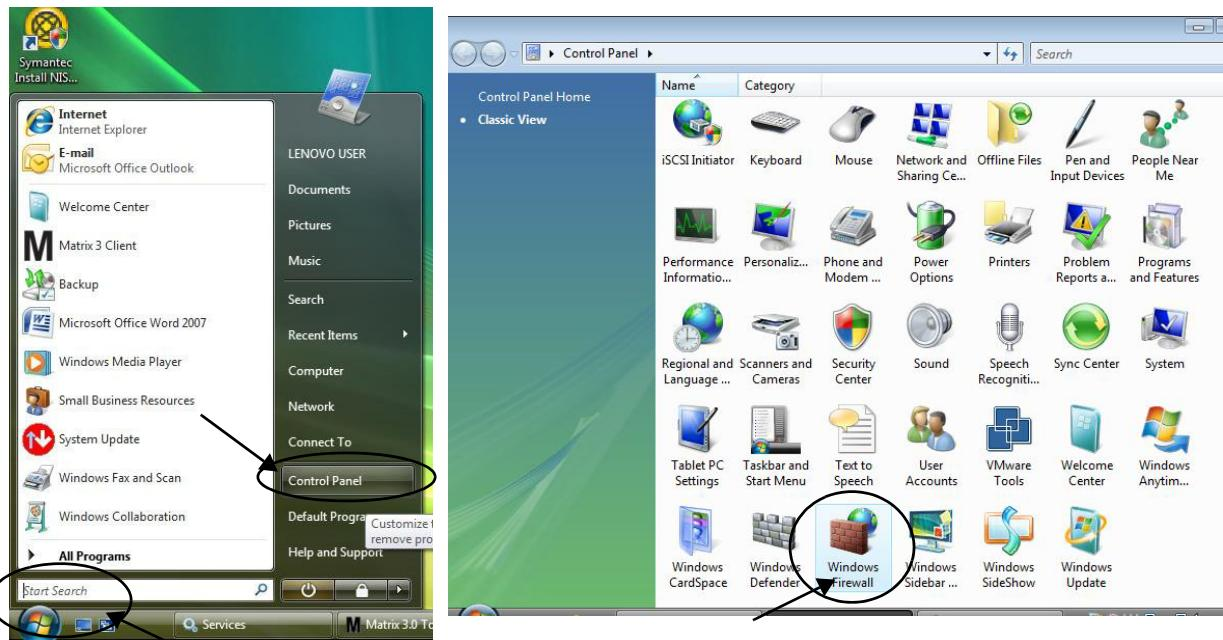

Рис. 26
1. Откройте «Пуск/Панель управления». Щелкните по значку «Брандмаэр Windows» (Рис. 26).